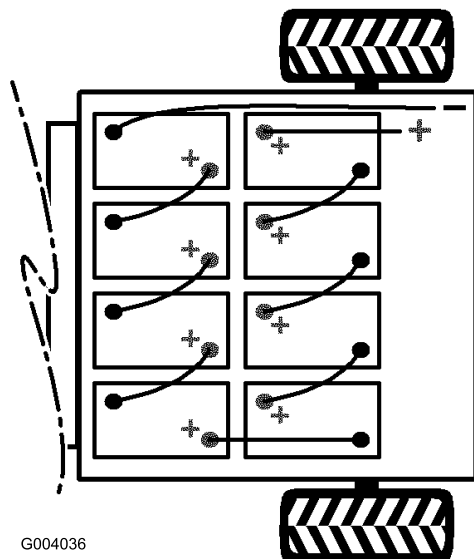

Figura 6
4. Instale las baterías (Figura 6).
Nota: Preste atención a la polaridad de las baterías al instalar las baterías nuevas (Figura 6).
6. Conecte las baterías entre sí con los cables que se incluyen con las piezas sueltas (Figura 6).
7. Apriete el perno y sujete el otro extremo de la fijación con otro perno (5/16 x 3/4 pulgada) y una tuerca con arandela prensada (5/16 pulgada) (Figura 6).
8. Conecte el cable rojo largo (positivo) entre el banco de baterías y la máquina (Figura 6).
9. Conecte el cable negro largo (negativo) entre el banco de baterías y la máquina (Figura 6).